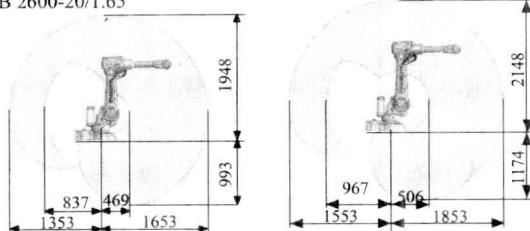

图 1-10
6. IRB 2600 (领域: 上下料、物料搬运、弧焊) (图 1-10)